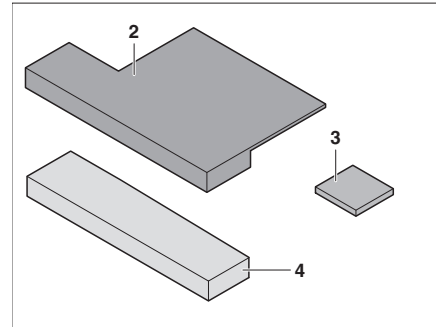

Fig. 190 Coussin supplémentaire
- Le cas échéant, mettre en place la cale de siège (Fig. 190,3) au coussin supplémentaire (Fig. 190,2) (avec fermeture Velcro).